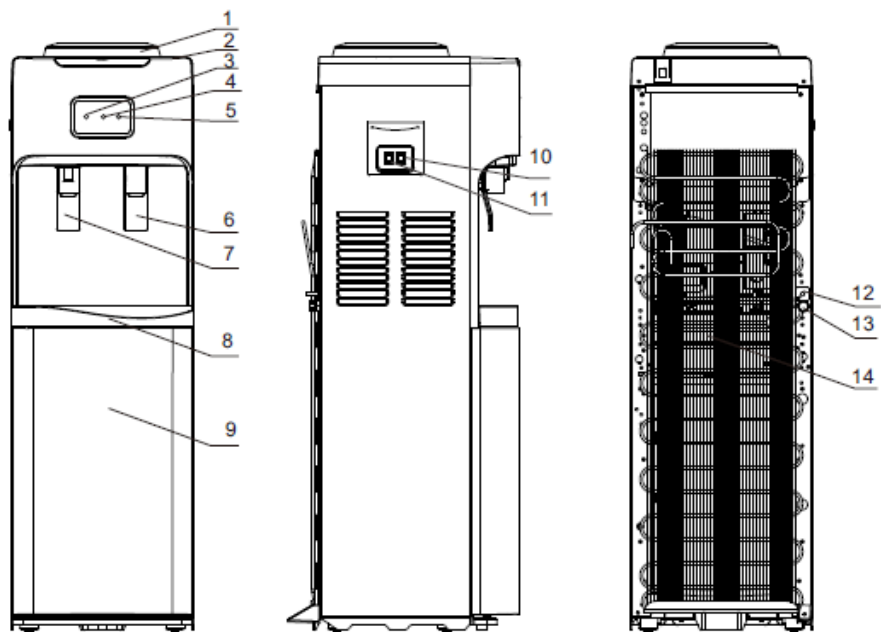

Рис.1. Схема аппарата V115B
3. Возьмите емкость для воды и слейте с краника холодной воды воду. Убедитесь, что горячая вода в аппарате остыла и только после этого слейте горячую воду с краника горячей воды. Остатки воды в системе необходимо слить, открыв пробку из отверстия для слива воды, расположенного на задней стенке аппарата (рис.1 - 13). Вставьте пробку обратно в отверстие для слива воды.
Через 5-6 часов слейте раствор из системы: слейте воду из краников холодной и горячей воды, остатки раствора слейте через отверстие для слива воды (рис.1 - 13). После закрутите колпачок обратно на место.
8. Промойте аппарат чистой водой (необходимо залить в систему около 4 литров чистой воды и слить через краники горячей и холодной воды, отверстие для слива воды (рис.1 - 13)). При необходимости повторите процедуру. Вставьте пробку обратно в отверстие для слива воды.